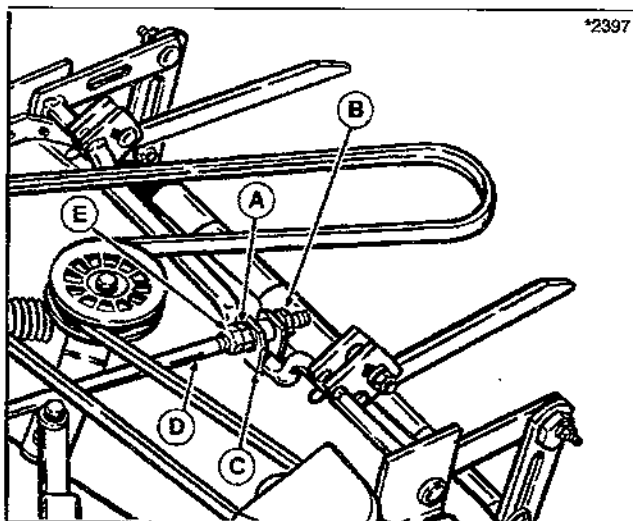

Figure 24. Réglage d'avant en arrière
2. Positionner les lames d'avant en arrière. Mesurer les distances des points des lames au sol (mesurer à l'avant et à l'arrière de la lame). Sur le plateau de coupe de 34", la distance à l'avant doit être supérieure de 6 mm par rapport à l'arrière. Pour le réglage, voir figure 24.
- a) Pour relever l'avant du plateau de coupe, desserrer le contre-écrou (E) et l'écrou de réglage (A). Tourner l'écrou arrière (B) vers le support (C) pour raccourcir la tringle (D).
- b) Pour abaisser l'avant du plateau de coupe, desserrer l'écrou (B), et le support (C) va reculer pour rallonger la tringle (D).
- c) Révérer les écartements avant de resserrer les écrous (A) et (E) contre le support.